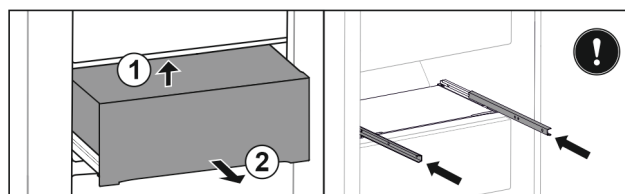

Fig. 43
- ▶ Unieść z tyłu od dołu Fig. 43 (1).
- ▶ Wyjąć do przodu Fig. 43 (2).